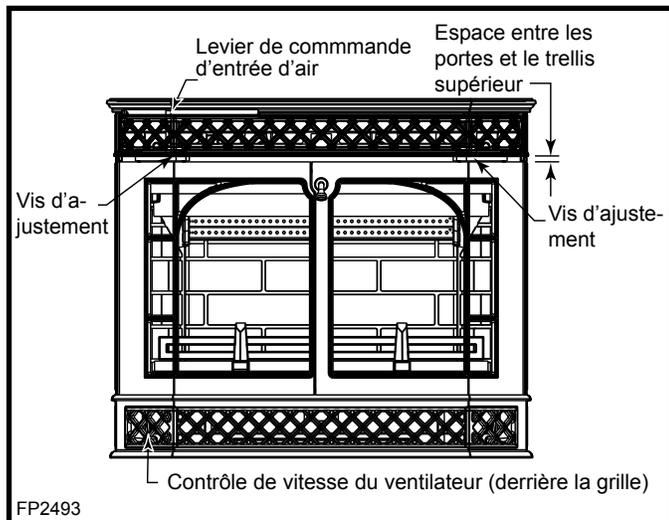

Fig. 9 Commandes du grand format d'insert Merrimack.
5. **Installer le manteau et la porte d'accès.** Pour les unités d'émail : retirer le manteau préemballé de son emballage et installer les deux (2) supports sur la face intérieure du manteau en utilisant quatre (4) ¼-20 x ¾" à tête de Phillips déjà installé dans le manteau. Les supports se retrouvent dans l'intérieur de l'unité. Retirer les vis et les utiliser pour fixer les supports. Pour les unités classique en noir : retirer la sangle cravate tenant le manteau en place. Les supports sont déjà attachés à le manteau. Déballer les deux (2) portes d'accès pré-assemblées et ajuster-les en place. Si l'espace entre les portes et le treillis supérieur est inégal, tirer le manteau des portes vers l'extérieur et ajuster la position du treillis supérieur. Visser les deux (2) vis d'ajustement qui touche la façade vers le haut ou vers le bas au besoin. (Fig. 9)
8. **Joindre le collier de conduite de cheminée :** Depuis l'intérieur de l'ouverture du foyer, tirer sur la poignée de rabattement du collier et aligner les deux (2) tiges filetées de ¼" situées sur le dessus du foyer. Il est important de faire attention de ne pas déplacer le joint d'étanchéité scellant le collier avec le dessus du foyer. Serrer les deux (2) écrous ¼".
Toutes les commandes du grand format d'insert Merrimack se trouvent à portée de main à l'avant. (Fig. 9)
La figure 9 montre le système de contrôle automatique. Pousser le levier de commande d'entrée d'air complètement vers la gauche. En poussant ce levier un autre pouce vers la gauche, l'obturateur d'air s'ouvrira (le levier reviendra automatiquement lorsque vous le relâcherez). L'obturateur restera ouvert seulement jusqu'à ce qu'il atteigne une température d'opération appropriée. Une fois ouvert, le levier de commande d'entrée d'air peut être ajusté à n'importe quelle position. Lorsque le foyer se réchauffe à sa température de fonctionnement appropriée, vous entendrez un bruit confirmant que l'obturateur s'est refermé. Une fois l'obturateur fermé, le foyer est contrôlé entièrement à l'aide de la commande d'entrée d'air primaire.